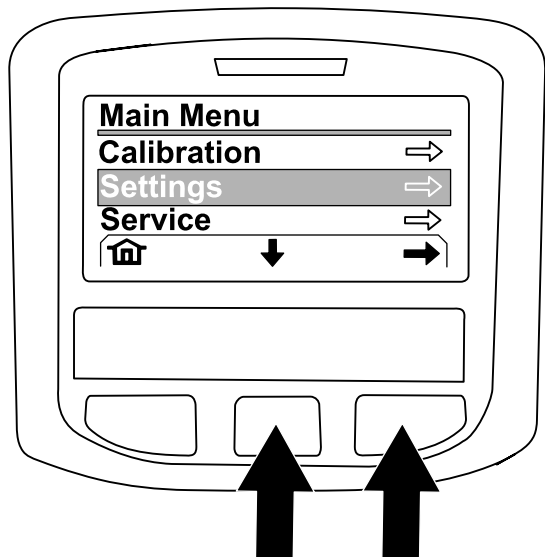

Рисунок 258
4. На странице ГЛАВНОГО МЕНЮ (MAIN MENU) нажмите среднюю кнопку, чтобы перейти к позиции SETTING (НАСТРОЙКА) и нажмите правую кнопку, чтобы выбрать эту позицию (Рисунок 258).